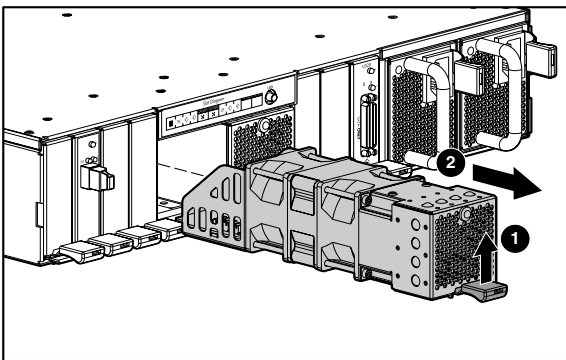

Abbildung 3: Herausnehmen des Lüftermoduls
1. Heben Sie die dunkelrote Verriegelung des Lüftermoduls an ❶, und ziehen Sie das Lüftermodul aus der Systemeinheit ❷, wie in Abbildung Abbildung 3 gezeigt.